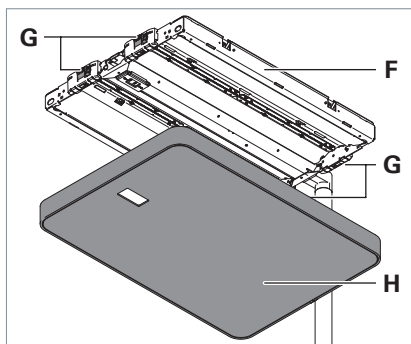

Fig. 23: Blendenrahmen demontieren.
- Drücken Sie alle vier Rasthaken **G**, bis sich der Blendenrahmen **H** löst und nehmen Sie den Blendenrahmen nach unten vom Leuchtenchassis **F** ab, siehe Fig. 23.